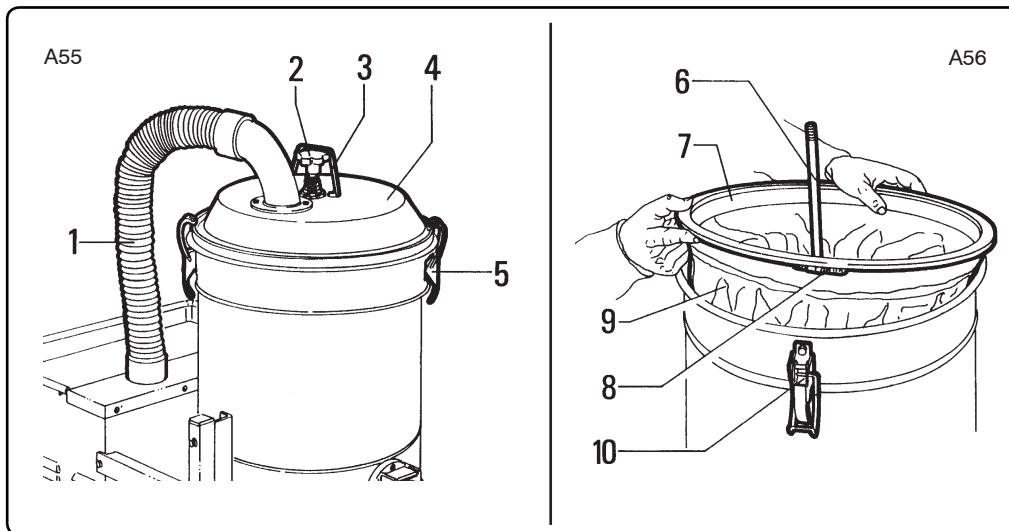

Fig.8.5.1
8.5.1 - Sostituzione filtro primario (fig. 8.5.1)**ATTENZIONE!!**
8.5.1 - Changing the primary filter (fig. 8.5.1)**ATTENTION!!**
8.5.1- Remplacement du filtre principal (fig. 8.5.1)**ATTENTION!!**
8.5.1 - Ersetzen des Hauptfilters (Abb. 8.5.1)**ACHTUNG!!**